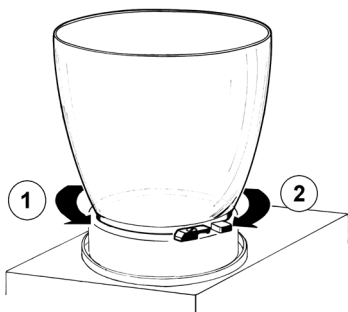

figura 2
4 Togliere il contenitore ruotandolo (1) in senso antiorario (vedere figura 2).
- 2 Rimontare la guarnizione di tenuta sul contenitore nella sua sede. Rimontare il contenitore ruotandolo in senso (2) orario. Per facilitare l'operazione bagnare con acqua la guarnizione (vedere figura 2).